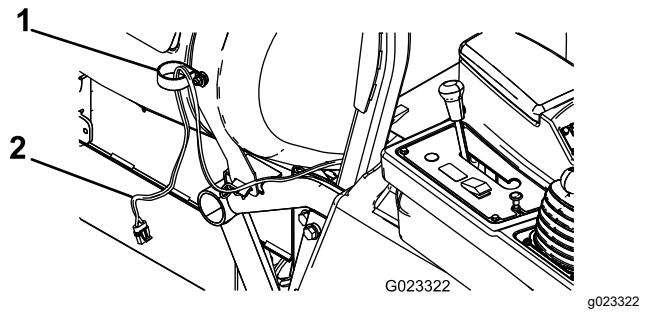

图 2
4. 使用凸缘螺母 $\frac{3}{8}$ 英寸将小 R 形夹固定到托架螺栓上如图 2 所示。
5. 将线束的软管卷端穿过 R 形夹如图 2 所示。